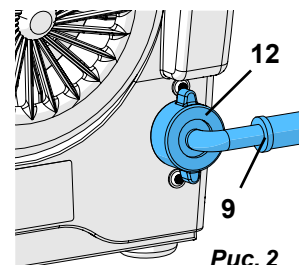

Рис. 2
- Отсоедините шланг для воды (9, рис.2) от места подсоединения подвода воды (12, рис. 2) оборудования.